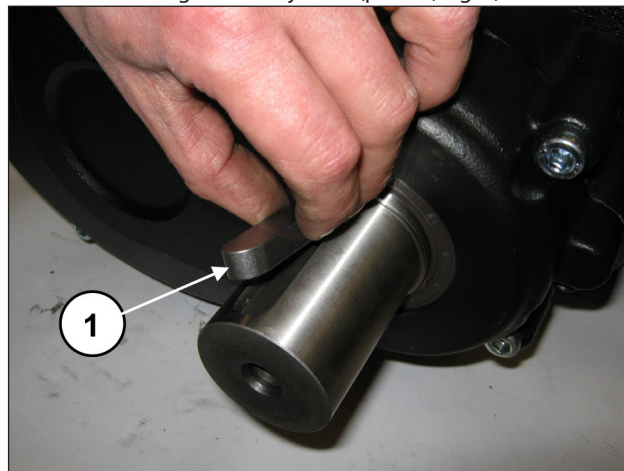

Fig. 3
Desmontar la lengüeta del eje PTO (pos. ①, Fig. 3).